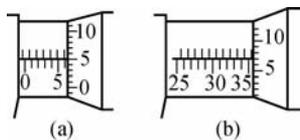

图 5-50 千分尺的读数
③ 整个读数。将整数和小数两次读数值相加，就是被测件的整个读数值。读数示例如图 5-50 所示，读数分别为  $6 + 0.05 = 6.05 \text{ mm}$ ， $35 + 0.5 + 0.07 = 35.57 \text{ mm}$ 。